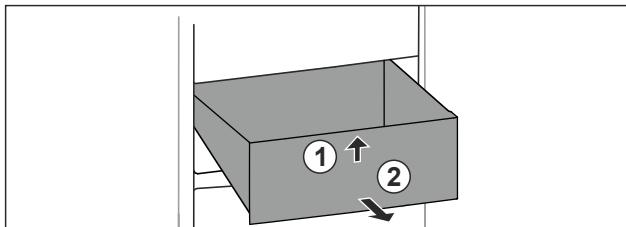

Fig. 80
- Підняти висувний ящик спереду. Fig. 80 (1)
- Вийняти висувний ящик рухом вперед. Fig. 80 (2)